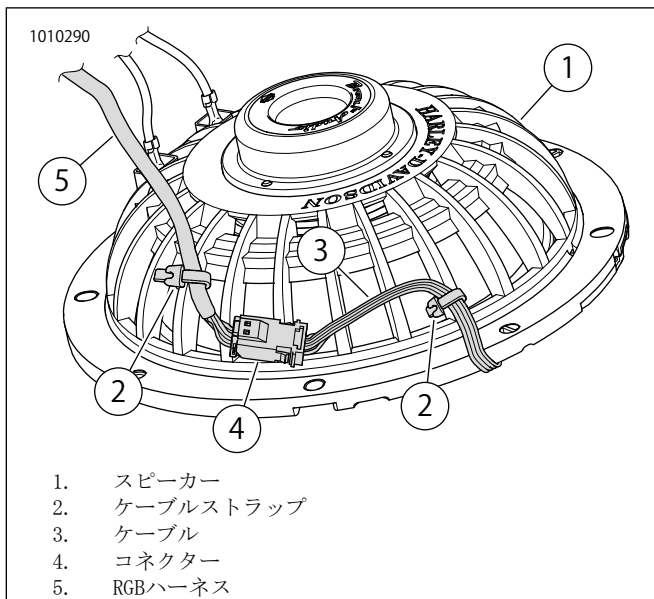

図30。スピーカーの裏、ケーブル、ケーブルタイ
- a. 図30を参照してください。ライトエンジンからRGBハーネスまでコネクター(4)を接続します。